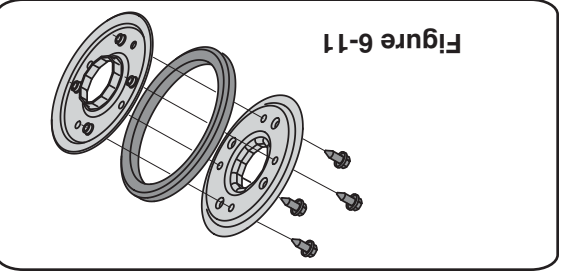

Figure 6-11
- Retirez les quatre vis de la roue de frottement. Voir la Figure 6-11.